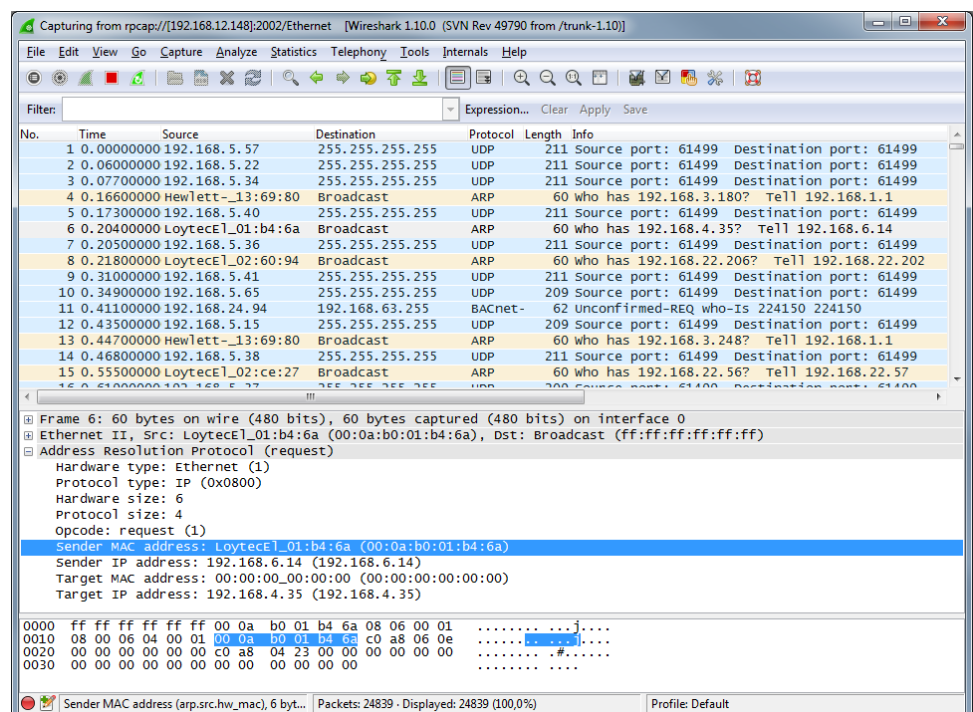

Abbildung 186: Beispiel für eine MS/TP Remote-Aufzeichnung im Betrieb.
3. Wireshark versucht nun die Verbindung zum Gerät aufzubauen. Wenn das funktioniert, startet Wireshark mit der Anzeige der Pakete. Ein Beispiel dazu ist in Abbildung 186 gezeigt.